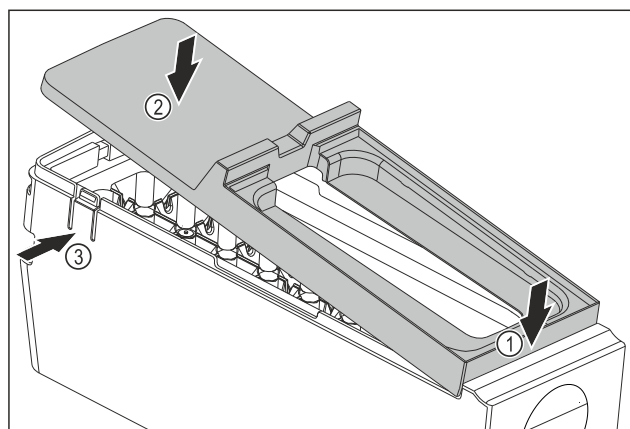

Fig. 133
- ▶ Montering af EasyTwist-Ice-legemets afdækning: Påsæt afdækningen foran. Fig. 133 (1)
- ▶ Sænk afdækningen bagtil. Fig. 133 (2)
- ▶ Afdækningen går hørbart i indgreb i begge lasker Fig. 133 (3).